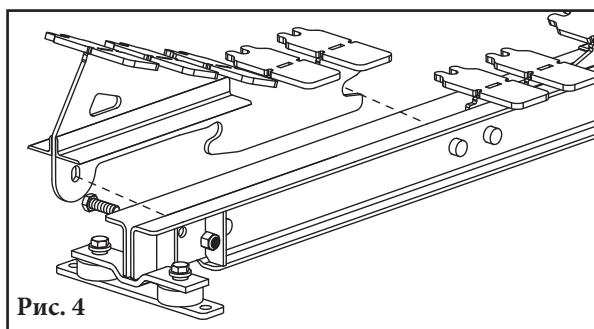

Рис. 4
4. **Демонтируйте лоток в сборе.** Выверните центральный монтажный болт и два внешних болта фланца. Сдвиньте и снимите лоток в сборе на каждой U-образной поперечине (рис. 4).